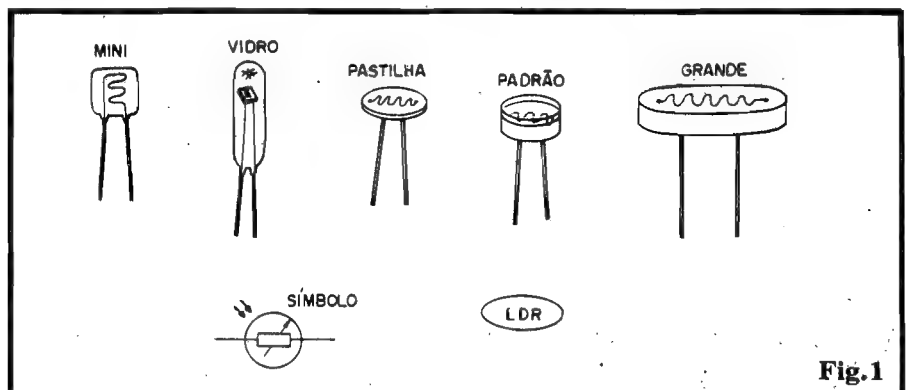

Fig.1
- FIG. 1 - OS LDRs (RESISTORES DEPENDENTES DA LUZ)
termos práticos, **é isso mesmo o que ele "faz"**: eletricamente pode ser considerado como um simples resistor, não polarizado, ou seja: um componente que opõe um obstáculo ou "freio" à livre passagem da Corrente. A sua reação à LUZ determina, contudo, uma variação proporcional no seu valor ôhmico, de modo que QUANTO MAIS LUZ RECEBE SUA SUPERFÍCIE SENSORA, MENOR FICA SUA RESISTÊNCIA (e vice-versa...). São muito amplas as gamas de variação do valor ôhmico em função da luminosidade, mas em situações extremas, existem LDRs que assumem valores de vários Megohms sob completa escuridão, e outros que, sob LUZ intensa podem mostrar Resistência tão baixa quanto algumas dezenas de Ohms... Normalmente são componentes de baixa Potência, ou seja: capazes de dissipações muito pequenas, e assim não podemos cobrar deles o manejo de "Watts" (quando muito alguns miliwatts...). Podem ser encontrados em vários tamanhos, modelos, sensibilidades e faixas ou curvas de reação... A fig. 1 mostra alguns dos modelos mais comuns, em suas aparências externas, juntamente com o símbolo esquemático adotado para representá-lo nos diagramas de circuitos...